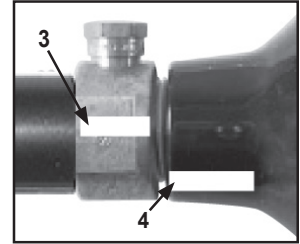

Figura 9: Válvula y Cilindro no alineados
Cada vez que usted da vuelta al cilindro para removerlo, mire las marcas en el cilindro y en la válvula del cilindro para asegurarse de que giran juntas. Si una de estas marcas comienzan a separarse como se ve en la figura 9, el cilindro se estará desatornillando de la válvula del cilindro y usted debe **PARAR** y llevar toda la unidad a un experto "C5" quien esta certificado en airmsmith para que el remueva en forma segura el cilindro y lo repare
4. Mire las marcas en el cilindro y en la válvula (como se observa en la figura 9 en la página 11) cuando de vuelta al cilindro $\frac{3}{4}$ de vuelta aproximadamente en sentido contrario a las agujas del reloj.